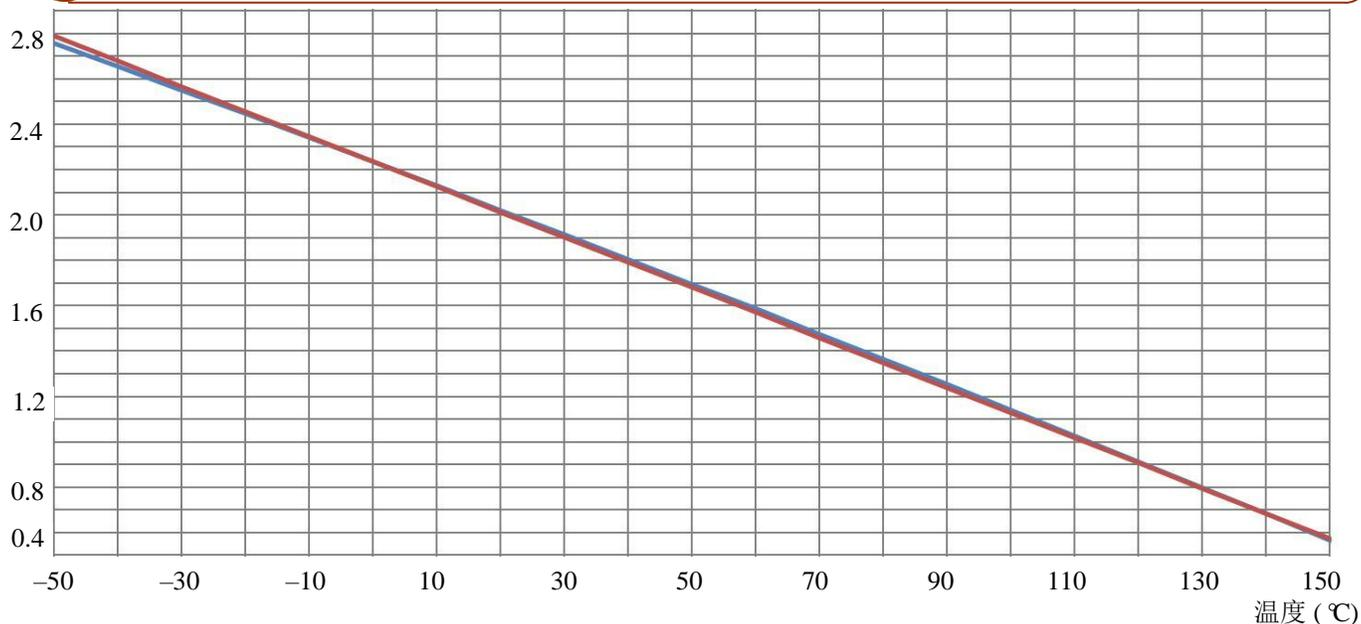

图 15、控制器内部温度与对应的 TMPO 电压
通常在  $0^\circ\text{C}$  到  $100^\circ\text{C}$  的温度范围内，误差最大约为  $1.5\text{V}$ ，此时由公式 (1) 和线性方程 (2) 得出的计算数据的温度误差约为  $0.4^\circ\text{C}$ ，其中线性数据数值稍低。两组数据曲线见图 15。